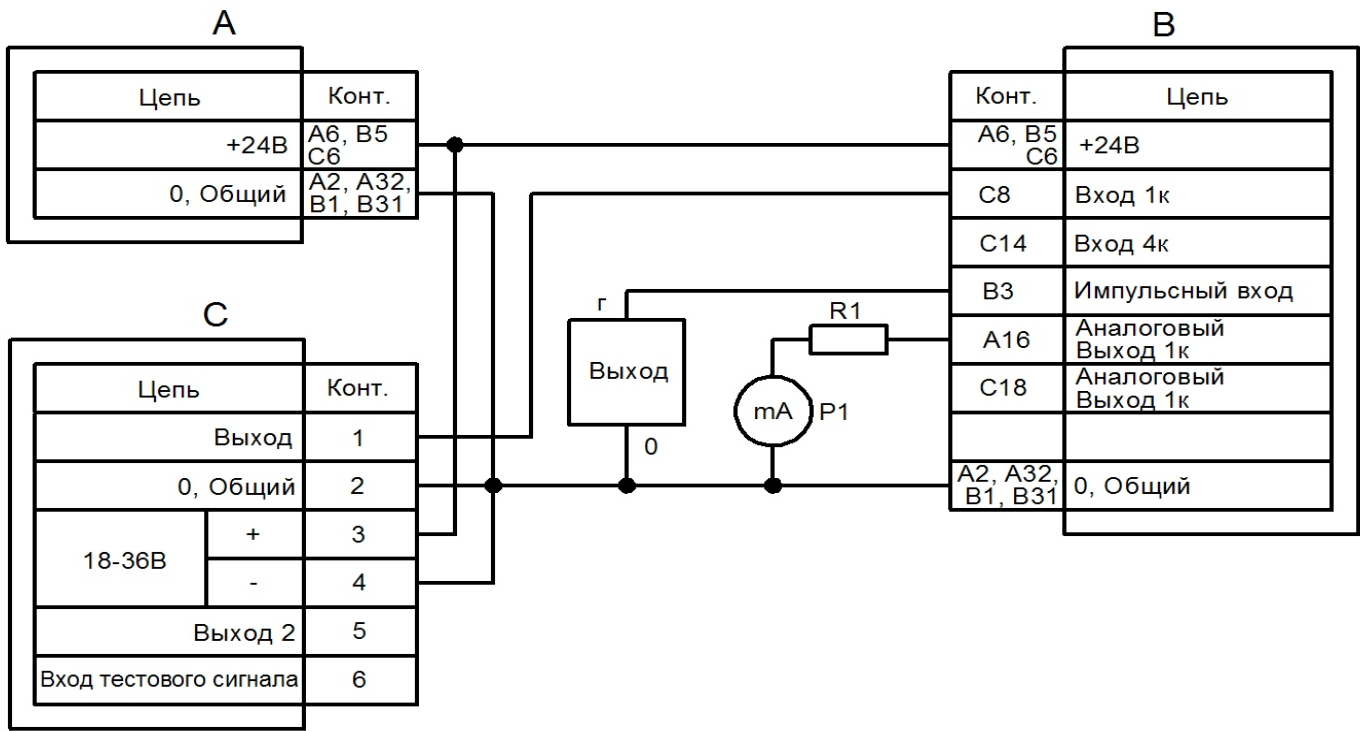

Рис. 11
2. Собрать схему согласно рис. 11;